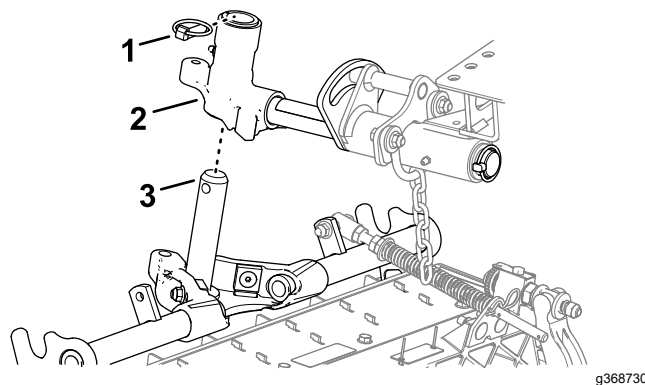

Figura 15
- Deslice una unidad de corte debajo del brazo de elevación (Figura 15).